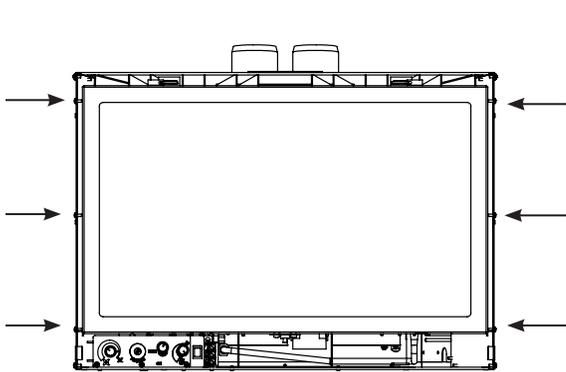
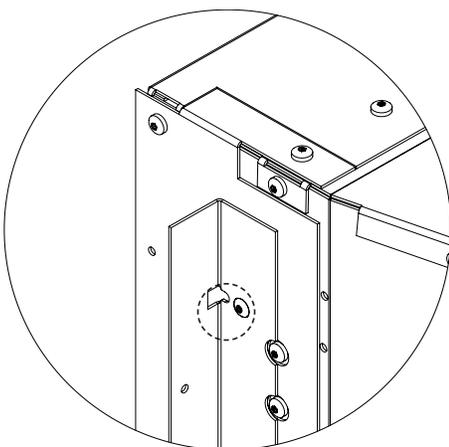

Figure 40: Sites d'installation de vis.
Figure 42: Pour l'installation d'un panneau extrudé et contemporain.
3. Si vous installer avec des bases de montage, l'étagère de base doit être attaché à la base de montage avec un vis T-20 à chaque extrémité de l'arrière (voir la Figure 40).
1. Installez les deux supports réglables sur l'appareil à l'aide d'un tournevis Torx T-20. Voir les Figures 40 à 44. pour les sites d'installation. Il existe trois séries de trous sur le côté du cabinet selon qui entourent de bord est en cours d'installation. Voir les figures 42 et 43.